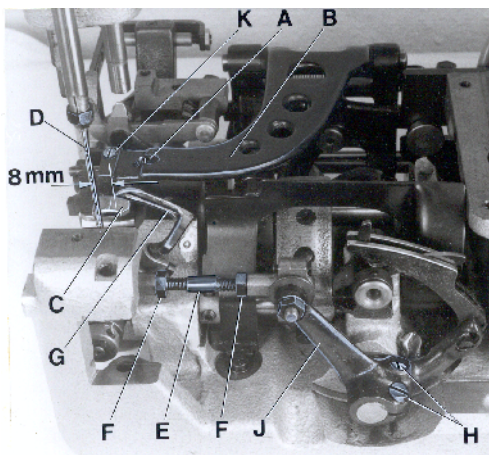
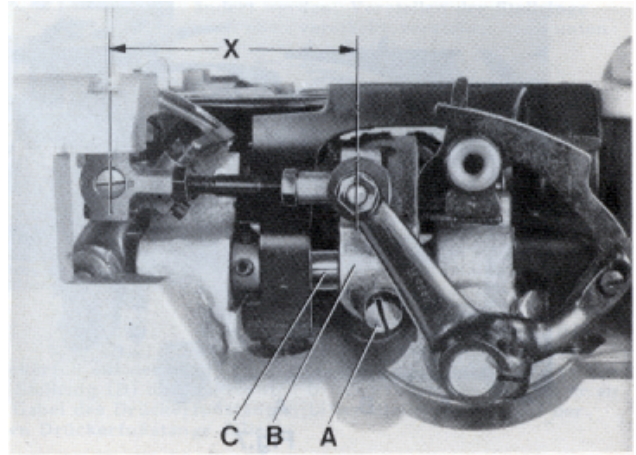
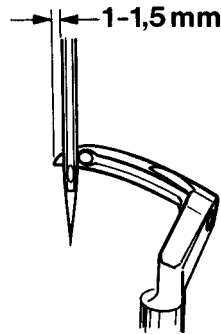
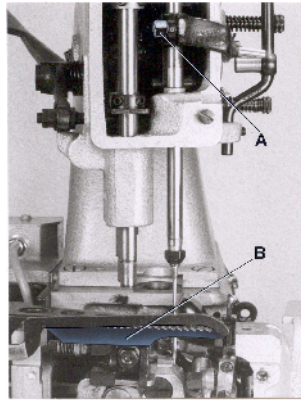

Fig. 3
Fig. 4
Fig. 5
Fig. 6
Remove the presser foot, throat plate and feed dog and on styles 80800TL, TAL, U, UA, UL and UAL also the needle guard for convenient access to the machine. On styles 80800R, RL, S and SL loosen the screw (A, Fig. 3) in the feed bar (B) and push the feed bar needle guard (C) to the rear to avoid its contacting the needle (D).
For the two thread double locked stitch styles 80800R, RL, TL, TAL, U, UA, UL and UAL, set the looper connecting rod (E) so the distance (X, Fig. 4) between the center lines of the two ball joints is 69,8 mm (2 3/4"). The dimension (X, Fig. 4) should be 68,3 mm (2 11/16) on the single thread chain stitch styles 80800S and SL. For adjustment loosen the two nuts (F, Fig. 3) and turn connecting rod (E) forward or backward as required to obtain specified dimension, retighten nuts (F).
Rotate the machine pulley in operating direction so that the looper moves from right to left. The looper point should pass as close as possible to the back of the needle without contacting 0.08 to 0.13 mm (.003 to .005") clearance. For adjustment loosen screws (A, Fig. 4) in the looper eccentric fork (B) and turn looper rocker shaft (C) on the looper rocker forward or backward as required. Retighten screw (A).
Zur bequemerer Einstellung entfernen Sie Drückerfuß, Stichplatte und Transporteur und bei den Maschinen 80800TL, TAL, U, UA, UL und UAL auch den Nadelanschlag. Lösen Sie bei den Maschinen 80800R, RL, S und SL die Schraube (A, Fig. 3) im Transporteurträger (B) und drücken Sie den Nadelanschlag nach hinten, damit er die Nadel (D) nicht berühren kann.
Bei den Zweifaden-Doppelkettenstichmaschinen Typen 80800R, RL, TL, TAL, U, UA, UL und UAL muß die Greiferverbindungsstange (E) so eingestellt sein, daß der Abstand (X, Fig. 4) von der Mitte zu Mitte Kugelgelenk 69,8 mm beträgt. Bei den Einfaden-Einfachkettenstichmaschinen Typen 80800S und SL beträgt der Abstand (X, Fig. 4) 68,3 mm. Zum Einstellen lösen Sie die beiden Muttern (F, Fig. 3) und drehen die Verbindungsstange (E) vor oder zurück bis der erforderliche Abstand erreicht ist. Ziehen Sie die Muttern (F) wieder an.
Drehen Sie die Riemenscheibe in Nährichtung so, daß sich der Greifer von rechts nach links bewegt. Die Greiferspitze soll so dicht wie möglich hinter der Nadel vorbeigehen, ohne diese zu berühren (0,08 bis 0,13 mm Abstand). Zur Einstellung lösen Sie die Schraube (A, Fig. 4) in der Greiferexzentergabel (B) und schwenken die Greiferhebelwelle (C) am Greiferhebel mit Greifer nach Bedarf vor oder zurück. Ziehen Sie die Schraube (A) wieder an.
Remove the face cover on machine arm. Rotate machine pulley in operating direction until the looper point, moving to the left, projects 1 to 1.5 mm (.040" to .060") left of the needle (see Fig. 5). Lower edge of looper and upper edge of needle eye must be flush in this position. If adjustment is necessary, loosen clamp screw (A, Fig. 6) in the needle bar connection and move the needle bar up or down, as required. Retighten screw (A) and remount face cover.
At highest point of feed dog travel, the feed dog (B, Fig. 6) should be set so, that the rear teeth project their full depth above the throat plate surface. For setting remove the feed dog and adjust the supporting screw (K, Fig. 3) on the top of the feed bar to the required height. Remount the feed dog, and on styles 80800TL, TAL, U, UA, UL and UAL also the needle guard.
The needle guard (C, Fig. 3) has to be set so, that it just contacts the needle at its most forward point of travel, without deflecting it.
On styles 80800R, RL, S and SL loosen screw (A, Fig. 3) in the feed bar (B) and adjust the needle guard (C) accordingly. Retighten screw (A).
Entfernen Sie den Stirndeckel am Maschinenarm. Drehen Sie die Riemenscheibe in Nährichtung bis die sich nach links bewegende Greiferspitze 1 bis 1,5 mm links der Nadel steht (siehe Fig. 5). In dieser Stellung müssen Unterkante Greifer und Oberkante Nadelöhr bündig sein. Ist eine Einstellung notwendig, lösen Sie die Klemmschraube (A, Fig. 6) im Nadelstangenmitnehmer und schieben die Nadelstange (B), je nach Bedarf, nach oben oder unten. Ziehen Sie die Schraube (A) wieder an und montieren Sie den Stirndeckel.
Im höchsten Punkt der Transporteurbewegung sollen die hinteren Zähne des Transporteurs (B, Fig. 6) eine volle Zahnhöhe über die Stichplattenoberfläche hinausragen. Zur Einstellung entfernen Sie den Transporteur und stellen die Stützschraube (K, Fig. 3) oben im Transporteurträger auf die entsprechende Höhe. Montieren Sie den Transporteur wieder, bei den Maschinen 80800TL, TAL, U, UA, UL und UAL auch den Nadelanschlag.
Der Nadelanschlag (C, Fig. 3) muß so eingestellt sein, daß er in der vordersten Stellung seiner Bewegung gerade die Nadel berührt, aber nicht ablenkt.
Zur Einstellung lösen Sie bei den Maschinen 80800R, RL, S und SL die Schraube (A, Fig. 3) im Transporteurträger (B), und stellen den Nadelanschlag (C) entsprechend ein. Ziehen Sie die Schraube (A) wieder an.